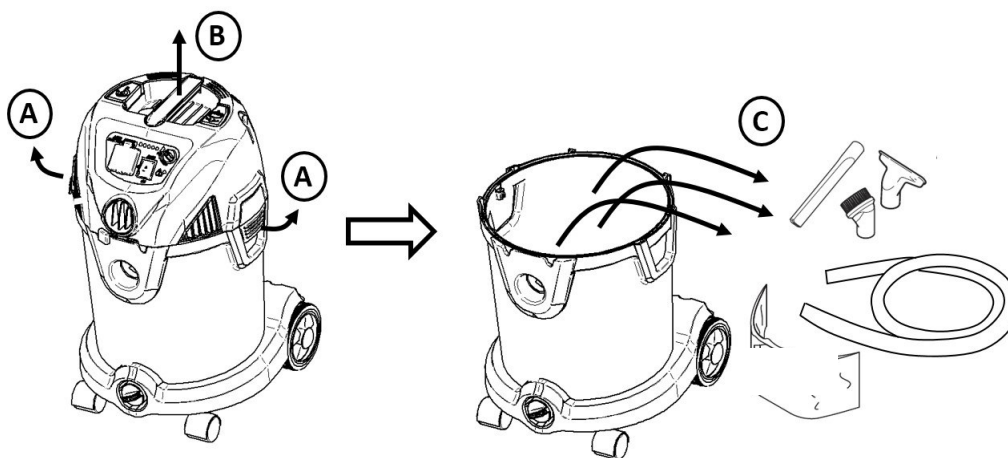

Abb. 5-1: Vorbereitung des Geräts
- ➔ Die Hebel (Abb. 5-1-Schritt A) lösen und die Kopfgruppe (Abb. 5-1-Schritt B) vollständig entfernen.
- ➔ Die komplette Kopfgruppe (Abb. 5-1) einbauen und mit den Hebeln sichern. (Abb. 5-1)